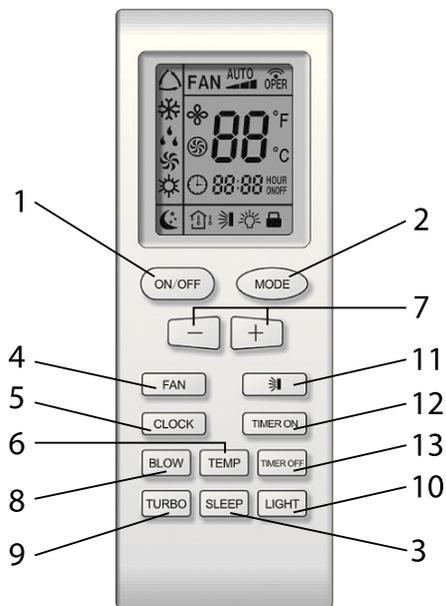

Рис. 5.1
### 5.1 Пульт управления кондиционеров моделей GWH07MA-K3NNA4A, GWH09MA-K3NNA4A, GWH12MB-K3NNA4A, GWH18MC-K3NNA4A, и GWH24MD-K3NNA4A (Рис. 5.1)
- Для управления кондиционера применяется беспроводной инфракрасный дистанционный пульт (рис. 5.1).
- Комментарии к рис. 5.1 см. таблицу 5.1.